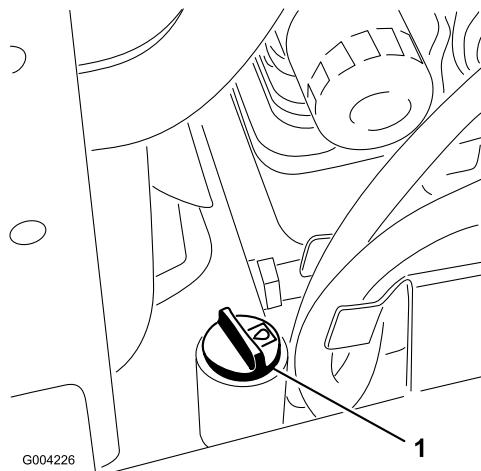

Figura 18
- Pulire la zona intorno al collo del bocchettone del serbatoio idraulico (Figura 18).